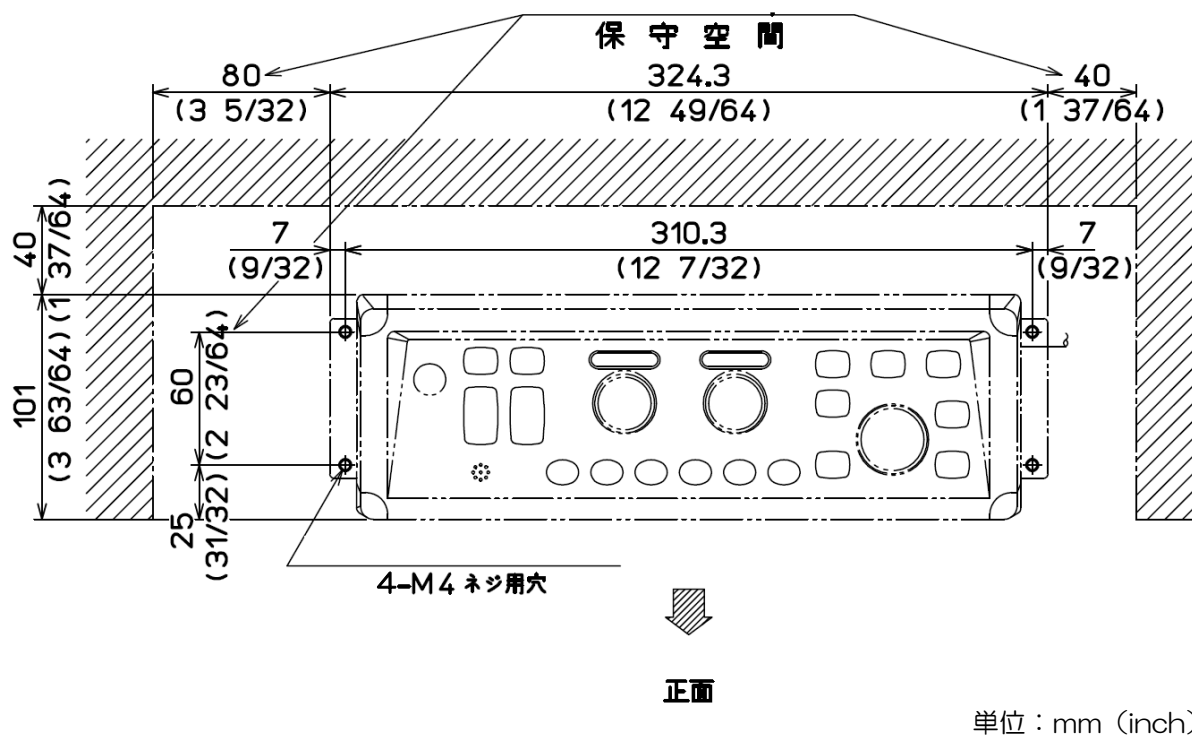

図 1.12 操作部の卓上取付時の保守空間
- (1) 図 1.12 の保守空間を設けて、操作部を取り付ける位置を決定してください
- (2) 設置場所に取付位置のマーキングをします。(図 1.12 参照)
- (3) 操作部枠の四隅にあるプラスチック製のコーナーキャップを外します。(上に引き抜くと簡単に外れます)
- (4) M4 (4mm) ネジで取付金具を操作部に固定し、ステップ(3)ではずした4角のコーナーキャップ (4箇所) を差し込みます。
- (5) 取付金具とマーキング位置が合うかを確認します。不具合があればマーキング位置を修正します。
- (6) 4mm タッピングネジを使用し取付金具を固定します。(4箇所) (4mm ネジは取り付け部の厚さに応じたネジを手配してください。)